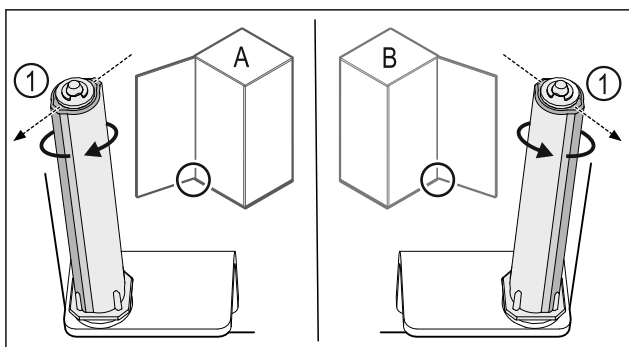

Fig. 50 Μεντεσέδες αριστερά (A) / Μεντεσέδες δεξιά (B)
- Περιστρέψτε το σύστημα κλεισίματος κόντρα στην αντίσταση, μέχρι ο κορμός του συστήματος κλεισίματος Fig. 50 (1) να είναι στραμμένος προς τα έξω.